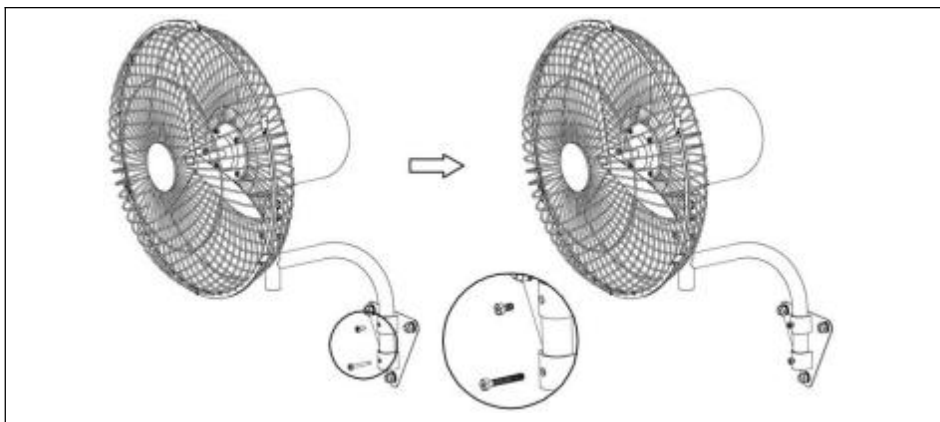

Bild 9.
2). Montera fläkthuset på vägghpanelen (2) och lås sedan fästskruvarna 1 (4) och 2 (5). Observera att skruvhålen på fästet ska motsvara skruvhålen på vägghpanelen. Se (Fig. 9).